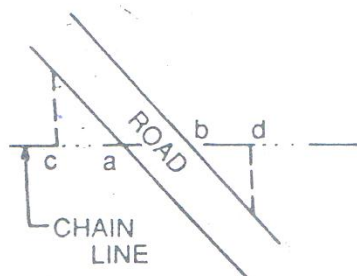

Fig. 2.12
- کله چې سرک د شرید خط په مايل ډول باندې قطع کړي د تقاطع د نقاطو فاصلې ښایي د اړخه کېږي a.b او کم تر کمه یو افست یې په دواړه طرفونو د تقاطع د نقاطو کې اخستل کېږي او نور افستونه د سرک د نوعیت پورې اړه لري او دلته عمودي افستونه c,d اخستل کېږي. fig 2.12 شکل مطابق